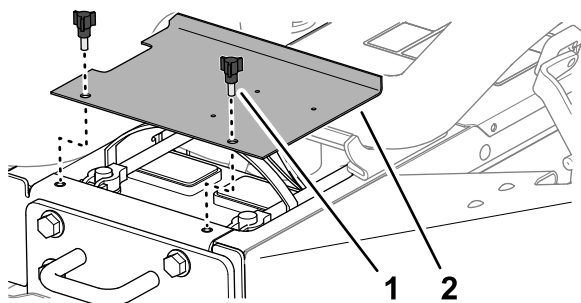

Figura 53
1. Solte as travas dos lados direito e esquerdo do capô (Figura 53).